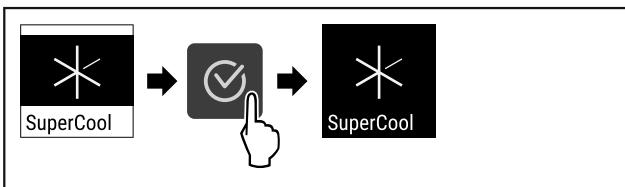

Fig. 74
- Kryeni hapat e veprimit (shihni Fig. 74).